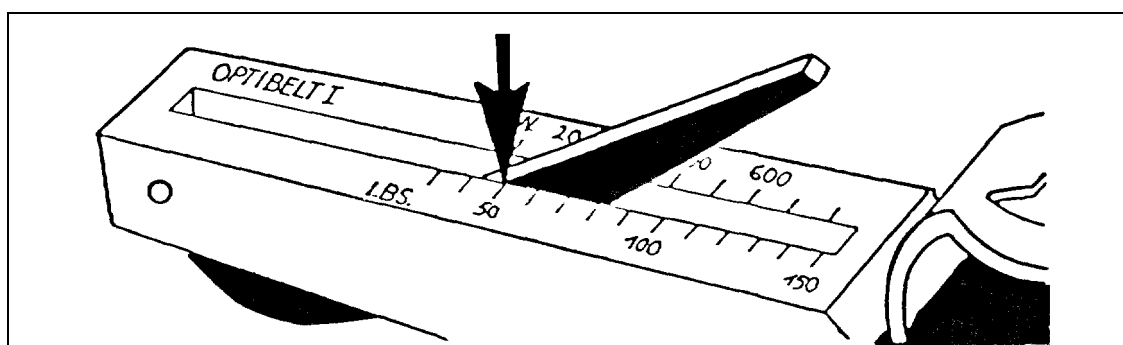

Figura 4.4.5
6. Quitar el tensor con cuidado para que no se mueva el brazo del indicador y leer la tensión de la correa en el punto en que la superficie superior del brazo del indicador corta la escala, como se ve en la Figura 4.4.5.